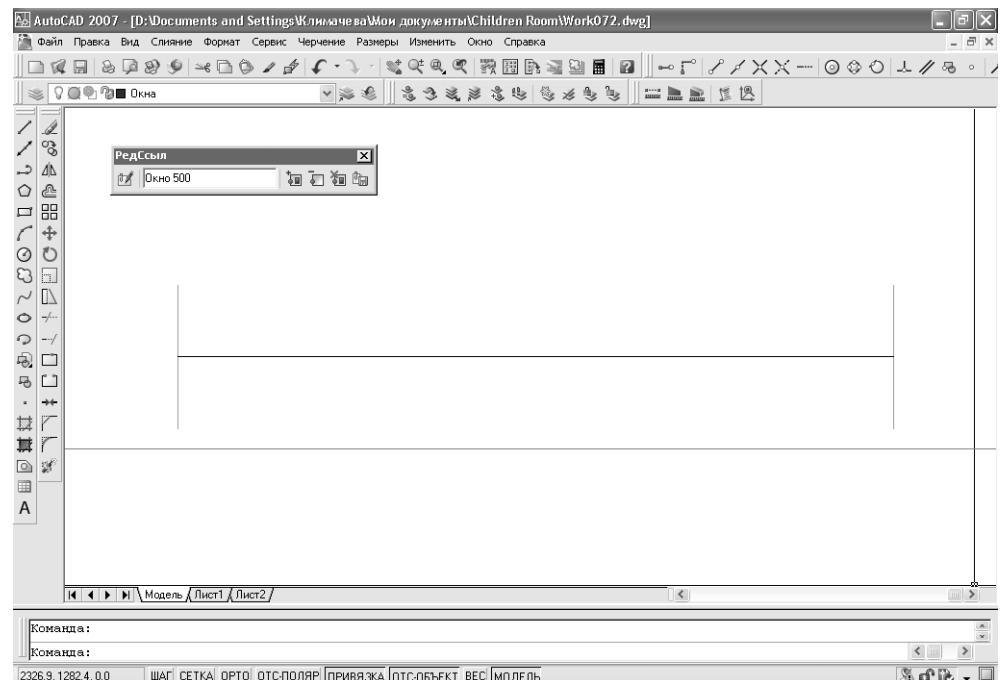

Рис. 7.32 ▼ После выбора линии редактируемого блока она автоматически переместилась на нулевой слой, на котором было создано определение блока
9. Разморозьте нулевой слой – только что исчезнувшая линия снова появится на экране, причем по ее цвету можно будет понять, что она находится на нулевом слое (рис. 7.32).